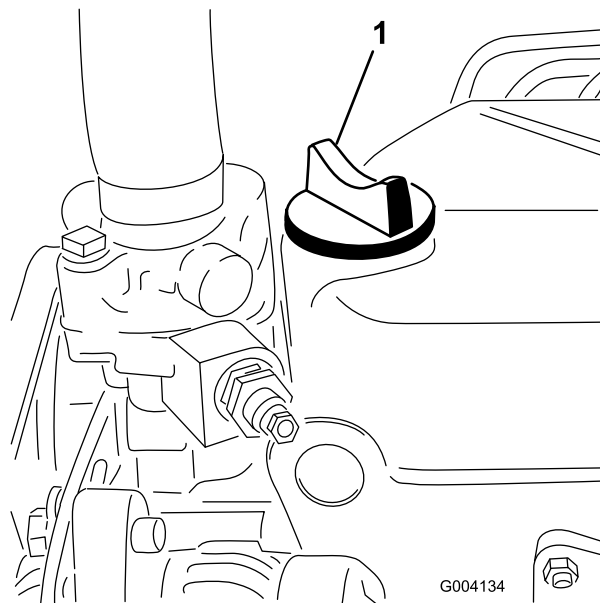

図 49
5. 不足している場合は、キャップ(図 49)を取り、Full 位置までオイルを補給する。